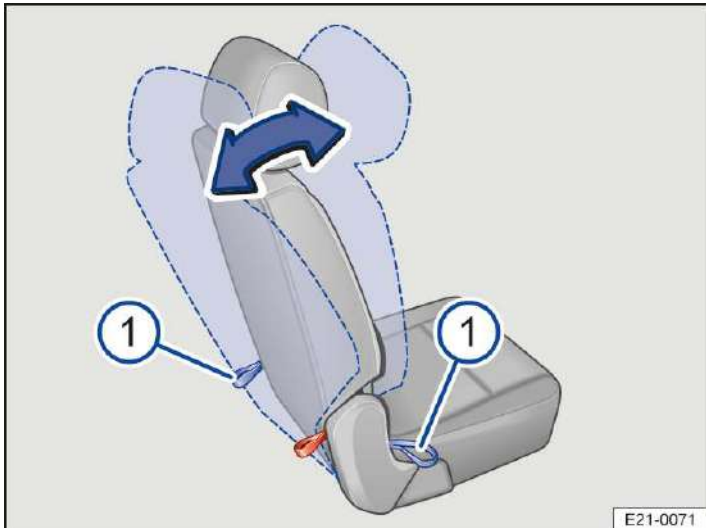

Abb. 1 Zweite Sitzreihe: Neigung der Sitzlehne einstellen.
1. Sitzlehne mit einer Hand belasten und gleichzeitig eine der zugehörigen Zugschlaufen hinter dem Sitz nach hinten oder seitlich am Sitz nach vorne ziehen → *Abb. 1* **1**.